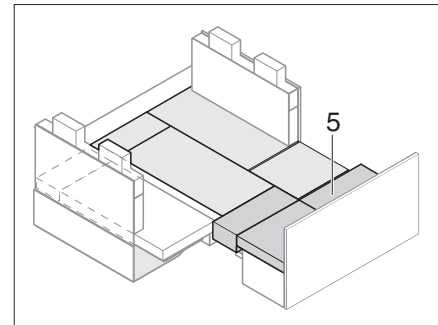

Fig. 200 Después de la ampliación
- Introducir los cojines adicionales (Fig. 200,5).